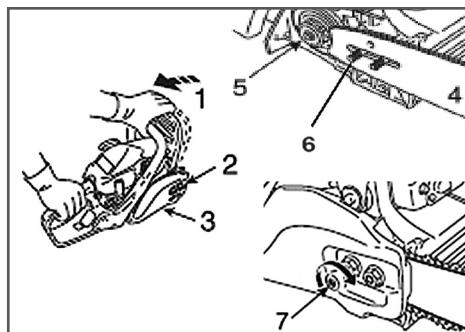

Рис. 2 Установка шины
- Перед установкой шины и цепи убедитесь в том, что тормоз цепи находится в расторможенном положении. Для этого ручку тормоза 1 (Рис. 2) потяните на себя до щелчка.
- Открутите гайки 2 и снимите крышку шины 3 (Рис. 2).
- Установите шину 4 пазом на шпильки крепления шины 6 и передвиньте ее в сторону барабана сцепления 5 для облегчения установки цепи (Рис. 2).
- Вращая винт шестерни натяжения цепи 7 (Рис. 2) против часовой стрелки, установите палец механизма натяжения в крайнее левое положение. Установите на место крышку шины 3 (Рис. 2).
- Отрегулируйте натяжение цепи (см. раздел «Регулировка натяжения цепи») вращая винт шестерни натяжения цепи 7 (Рис. 2) по часовой стрелке.